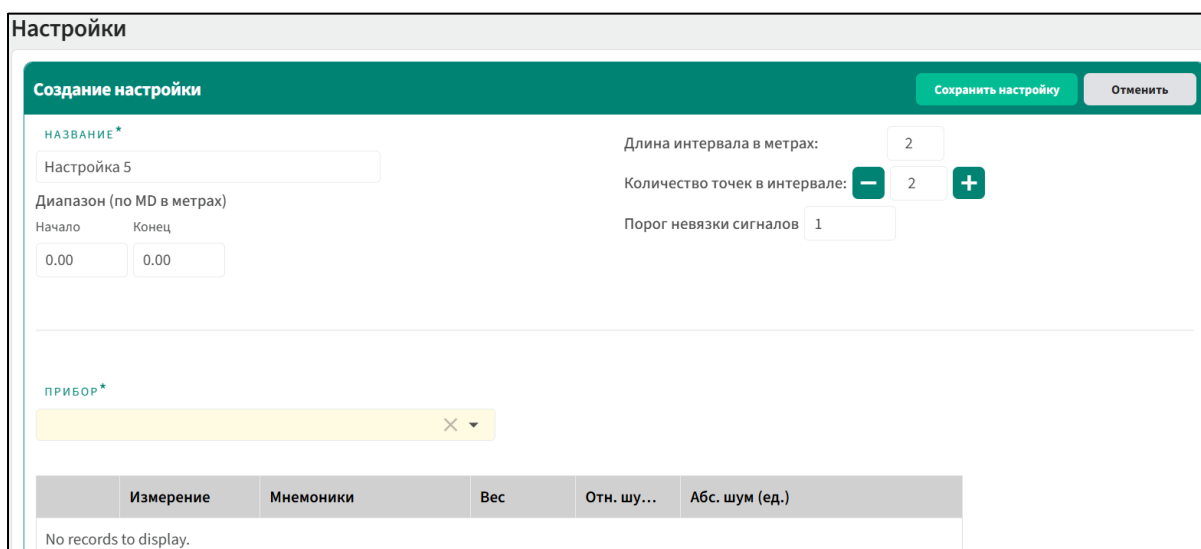

Рис. 4
2. Введите название, длину интервала, диапазон, количество точек на интервале, порог невязки сигналов, выберите требуемый прибор (рис.4).